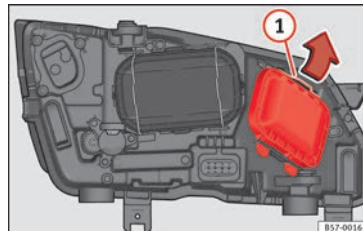

Abb. 107 Im Motorraum: Abdeckung entfernen.
2. Verschieben Sie die Strebe » **Abb. 107** ① in Pfeilrichtung und nehmen Sie die Abdeckung ab.